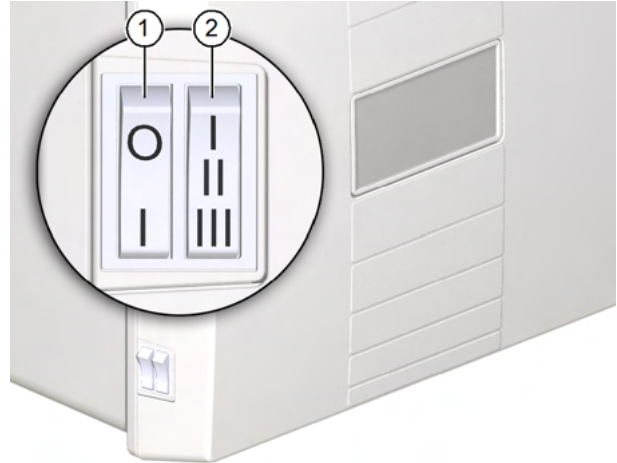

Abb. 12: Bedienelemente am Lüftungsgerät
Der Stufenschalter (Pos. 2 in Abb. 12) ist bei diesem Lüftungsgerät deaktiviert. Das Lüftungsgerät lässt sich über den Tastsensor InControl oder die Funkfernbedienung M-WRG-FUFB bedienen.
- ▶ Schalten Sie das Lüftungsgerät am Netzschalter (Pos. 1 in Abb. 12 auf Seite 17) ein. Nach ca. 10 s öffnen sich die Luftklappen an der Abluft- und Zuluftöffnung.